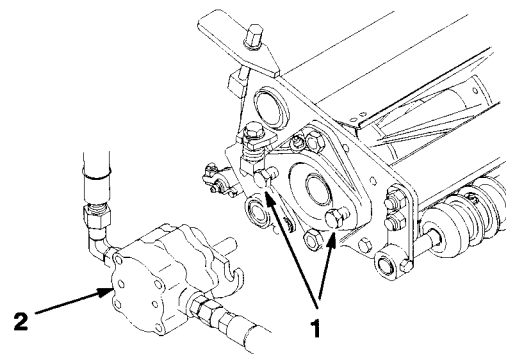

図 11
7. リールモータ取付部にナットを取り付ける：ネジ山を13 mm程度突き出させておく（図11）。
10. リールモータのシャフトのスプライン部にグリスを塗布し、モータを時計方向にひねってスタッドを一回かわし、逆にひねってモータのフランジをスタッドに結合させる（図11）。